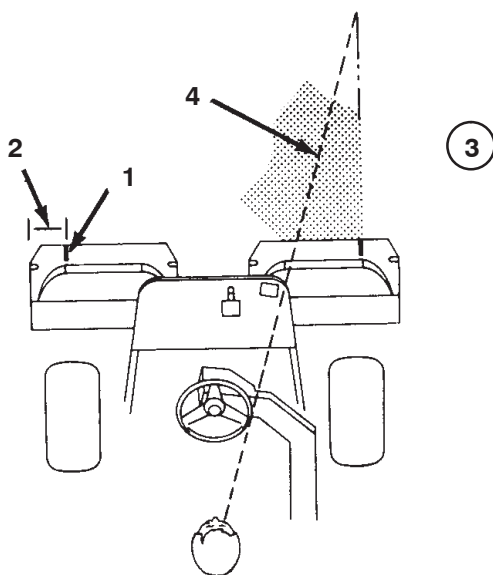

Bild 24
2. Bringen Sie einen Streifen weißes Isolierbands an jedem Korb an, oder zeichnen Sie eine Linie. Das Isolierband bzw. die Linie sollten parallel mit der äußeren Kante jedes Korbs verlaufen (Bild 24).
3. Wenn Sie zurückfahren, sollte der neue Mähgang den ersten ein klein wenig überlappen. Damit Sie in einer möglichst geraden Linie über die Grünfläche fahren können und einen gleichmäßigen Abstand zum zuvor gemähten Rasenstück einhalten können, sollten Sie sich eine imaginäre Sichtlinie ungefähr 1,8 bis 3 m vor der Maschine bis zum Rand des noch ungemähten Teils der Grünfläche vorstellen (Bild 24 und 25). Manche Leute finden es auch hilfreich, die äußere Kante des Lenkrads in die Sichtlinie mit einzubeziehen, d.h. sie halten das Lenkrad in einer Linie mit einem Punkt, der immer im gleichen Abstand von der Vorderseite der Maschine bleibt (Bild 24 und 25).